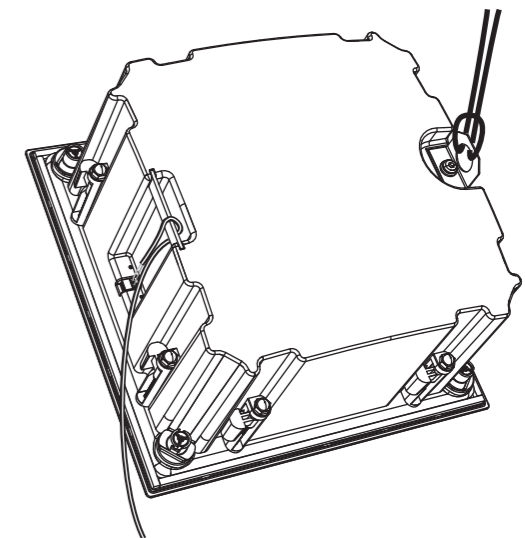

Fig. 16. Connecting the secondary safety to the back can
1. Con lo schienale cablato correttamente come mostrato sopra, collegare un cavo di sicurezza secondario all'anello di montaggio in metallo sul retro dello schienale. L'altra estremità del cavo di sicurezza secondario deve essere fissata a un punto di montaggio resistente adatto nel soffitto (Fig.16).